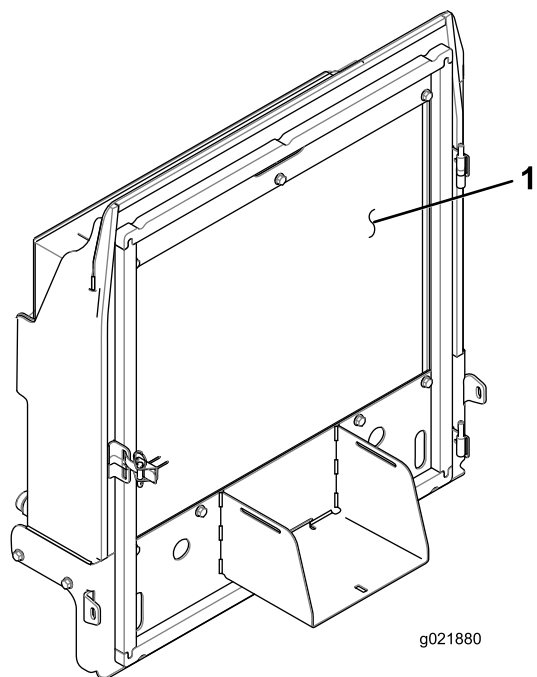

Figure 85
4. Nettoyez soigneusement les deux côtés du radiateur/refroidisseur d'huile à l'air comprimé (Figure 85).